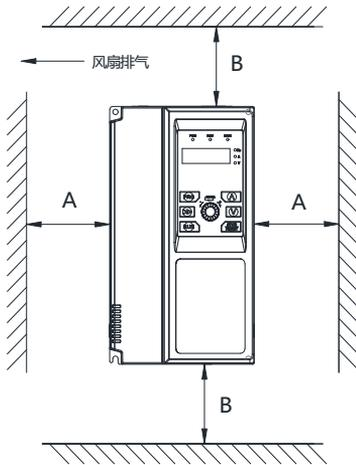

图 2-1 安装的间隔距离图
- (1) 一般情况下应立式安装。
- (2) 安装间隔及距离最小要求如图2-1所示。